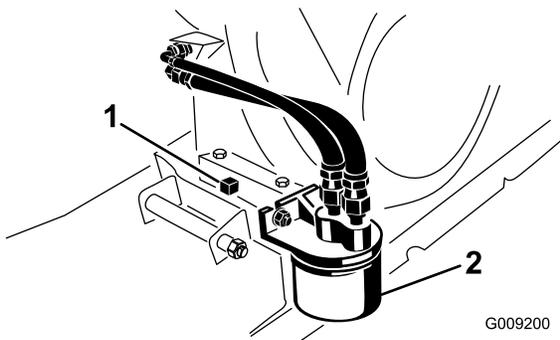

Bild 32
6. Entfernen Sie die Ablassschraube und Dichtung (Bild 32).
2. Entfernen Sie den vorhandenen Ölfilter (Bild 32).
4. Schrauben Sie den neuen Filter auf den Filteradapter, bis die Dichtung die Befestigungsplatte berührt; ziehen Sie den Filter dann um eine weitere 1/2 bis 3/4 Umdrehung an (Bild 32).